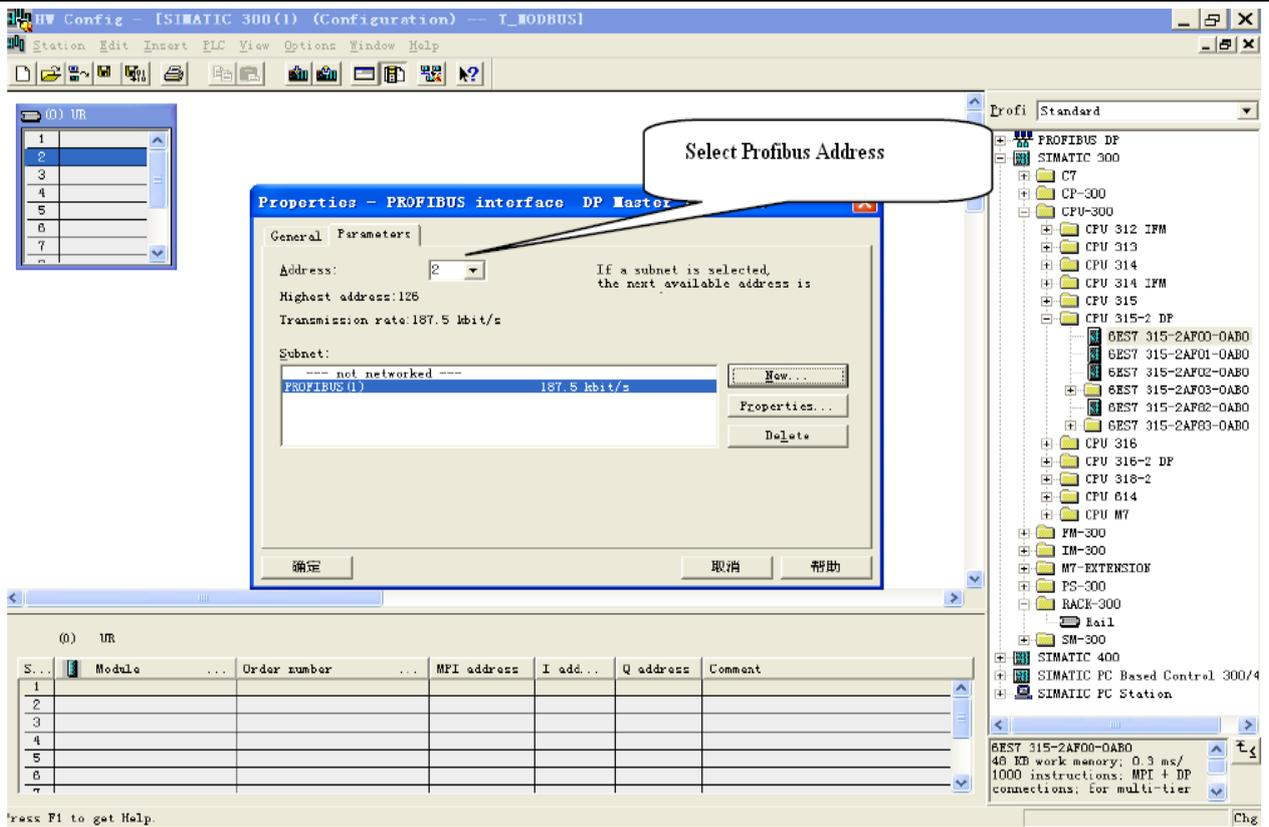

图 11
4. 选择 Profibus Master station 地址，如图 11: